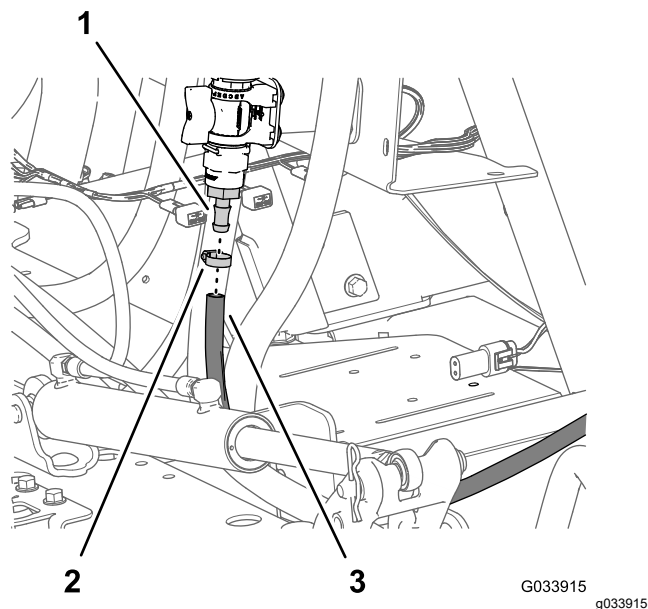

Figura 20
6. Montai furtunul tijei de pulverizare peste fittingul inelat pentru furtunul supapei de control i fixai furtunul de fitting cu ajutorul clemei pentru furtun (Figura 20).